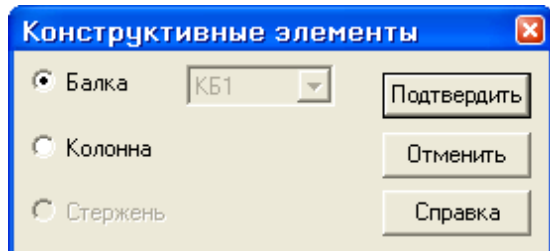

Рис.1.24. Диалоговое окно **Конструктивные элементы**
- С помощью меню **Редактирование** ⇒ **Назначить конструктивный элемент** (кнопка  на панели инструментов) вызовите диалоговое окно **Конструктивные элементы** (рис.1.24).